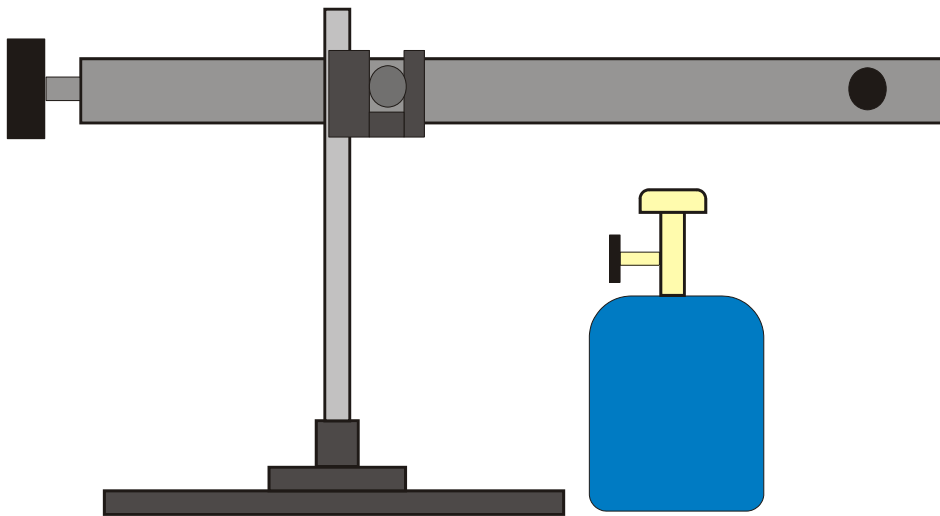

Fig. 1 Experimenteller Aufbau Bolzensprenger
- Versuchsaufbau gemäß Fig. 1. Dabei darauf achten, dass der Bolzen nicht in die Richtung der beobachtenden Personen weist.